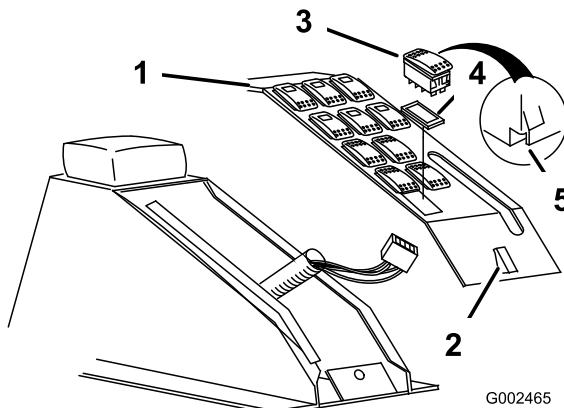

Bild 17
1. Entfernen Sie das Armaturenbrett des Sprühgeräts, um die Unterseite freizulegen (Bild 17).
2. Entfernen Sie den Stecker im Schlitz des Ultraschall-Auslegers vom Armaturenbrett des Sprühgeräts am Fahrzeug und setzen Sie den Kippschalter an dieser Stelle ein (Bild 17).
Hinweis: Stellen Sie sicher, dass die Ausrichtung des Schalters der Darstellung in Bild 17 entspricht, d. h. die Kerbe zeigt zur Vorderseite des Fahrzeugs.